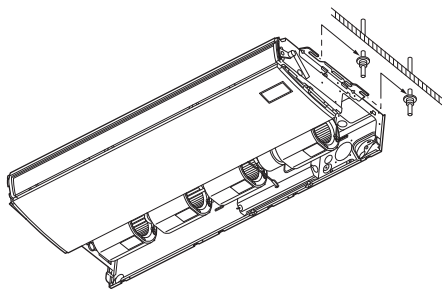

Abb. 3-14
- b) Die Inneneinheit anheben und an den Einschnitten auf den Unterlegscheiben aufsetzen, damit die Inneneinheit in dieser Position fixiert werden kann. (Abb. 3-14)